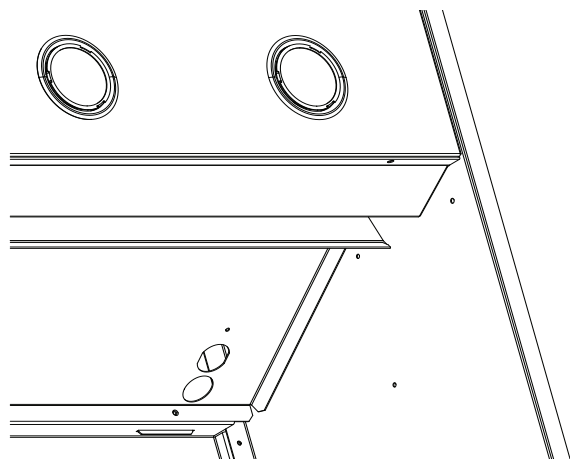

Figure 15 : Passage des fils à travers la pièce principale du bâti
- Faites passer le faisceau de fils dans le trou de la pièce principale du bâti (Figure 15).